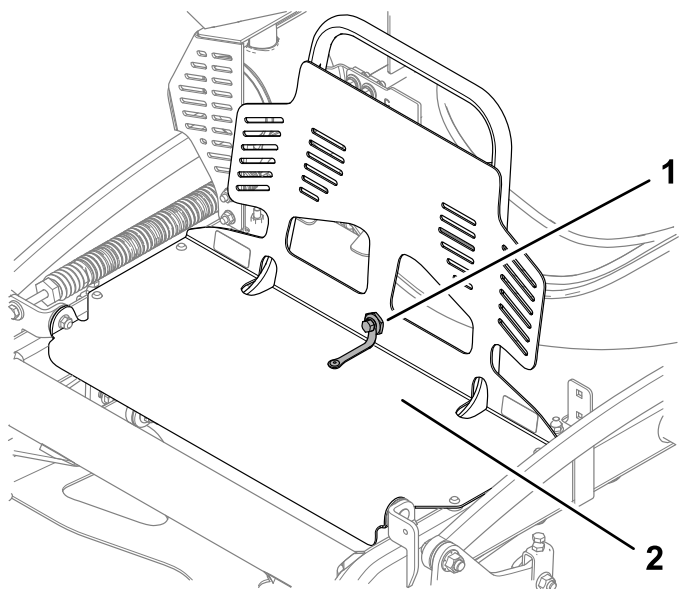

Figure 29
1. Retirez le boulon et l'écrou à épaulement qui fixent la protection du moteur à l'extension de la protection (Figure 29).
4. Fixez la protection du moteur à l'extension à l'aide du boulon et de l'écrou à épaulement, comme montré à la Figure 29.